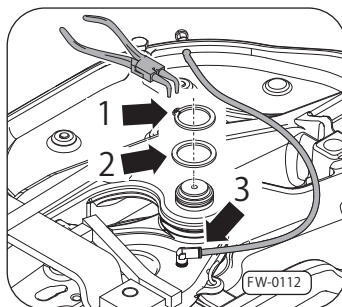

図22 ボルトの留め具を外す
4. サークリップ (図22の部品1) とサポート・ワッシャー (部品2) を取り外して下さい。